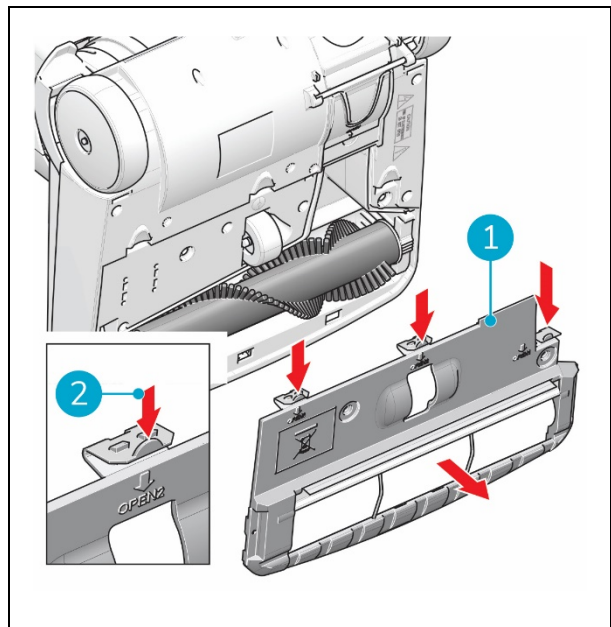

Abbildung 25
3. Drücken Sie die drei Clips nach unten (Abbildung 25, Pos. 2).
4. Nehmen Sie die Abdeckplatte ab (Abbildung 25, Pos. 1).
8. Setzen Sie die Abdeckplatte (Abbildung 25, Pos. 1) wieder auf, indem Sie zunächst die drei Kerben unten richtig platzieren.
9. Schließen Sie die Abdeckplatte. Sobald die drei Clips (Abbildung 25, Pos. 2) einrasten, ist sie fixiert.